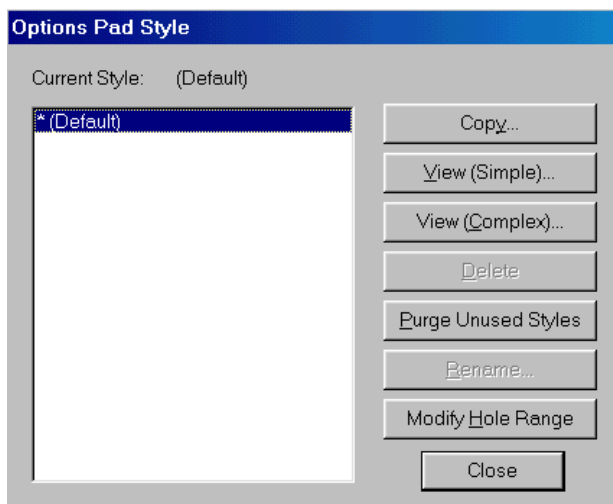

Рис. 7-15. Панель *Options Pad Style*.
- 2) На панели **Options Pad Style** (см. рис. 7-15)
1) Укажите имя стиля в списке (см. рис. 7-15).